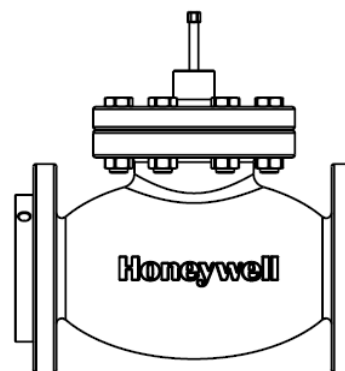
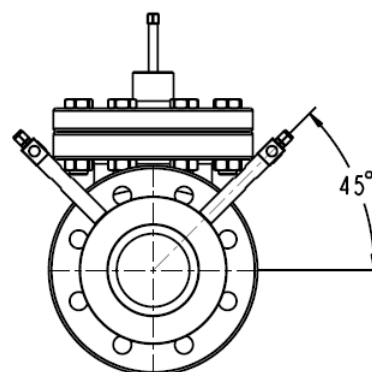

图 1 前置感应器安装
图 2 前置感应器安装角度
3. 前置感应器安装在调节阀的进水口，如图1所示，安装时保证感应器上的箭头方向与水流方向一致，感应器上两个取压孔的中心轴线应保证与水平面成45°，如图2所示；